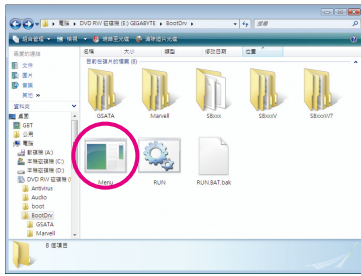
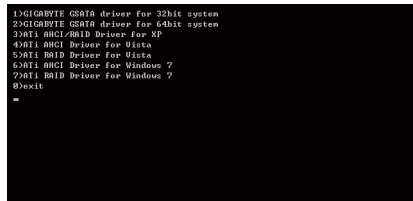

图 3
图 4
- 2: 进入光盘中「BootDrv」文件夹，双击「Menu.exe」文件(图3)后会出现「命令提示字符」画面，内含如图4的控制器选单。
以图4的选单为例：